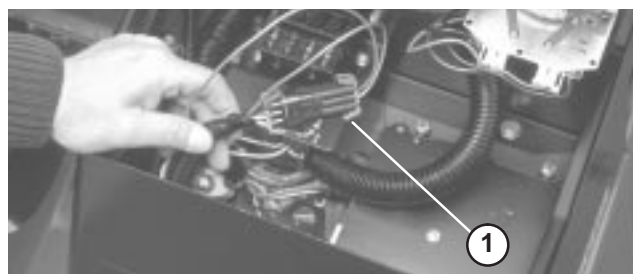

Figure 32
2. Ouvrez le couvercle du panneau de commande. Localisez le faisceau de câblage et le connecteur de boucle. Débranchez le connecteur de boucle du faisceau de câblage avec précaution (Fig. 32).